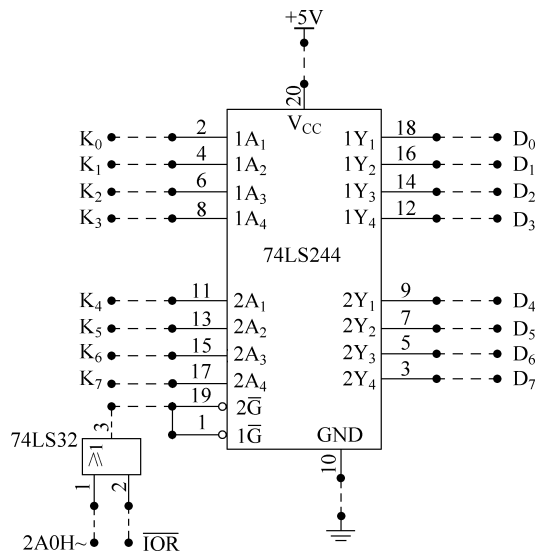

图 3.2 简单并行输入接口电路
② 按图 3.2 所示的简单并行输入接口电路连接线路,74LS244 为八输入缓冲器,8 个数据输入端分别接逻辑电平开关 $K_7 \sim K_0$,8 个数据输出端分别接 CPU 数据总线 $D_7 \sim D_0$ 。